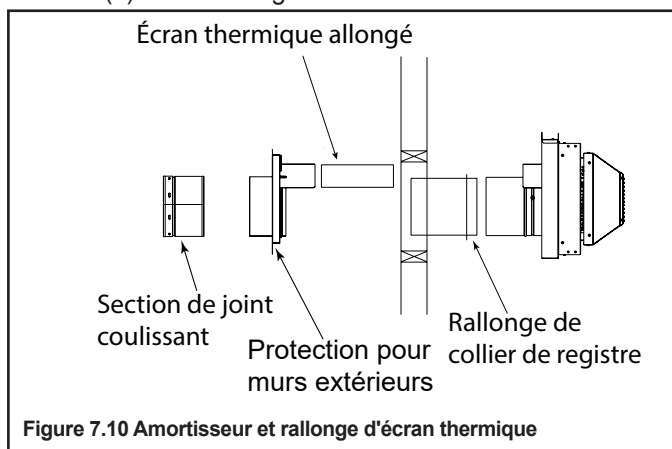

Figure 7.10 Amortisseur et rallonge d'écran thermique
- Fixez la rallonge du collier de registre au collier de registre situé sur le chapeau d'extrémité, et fixez-la à l'aide d'au moins (3) vis. Voir la figure 7.10.